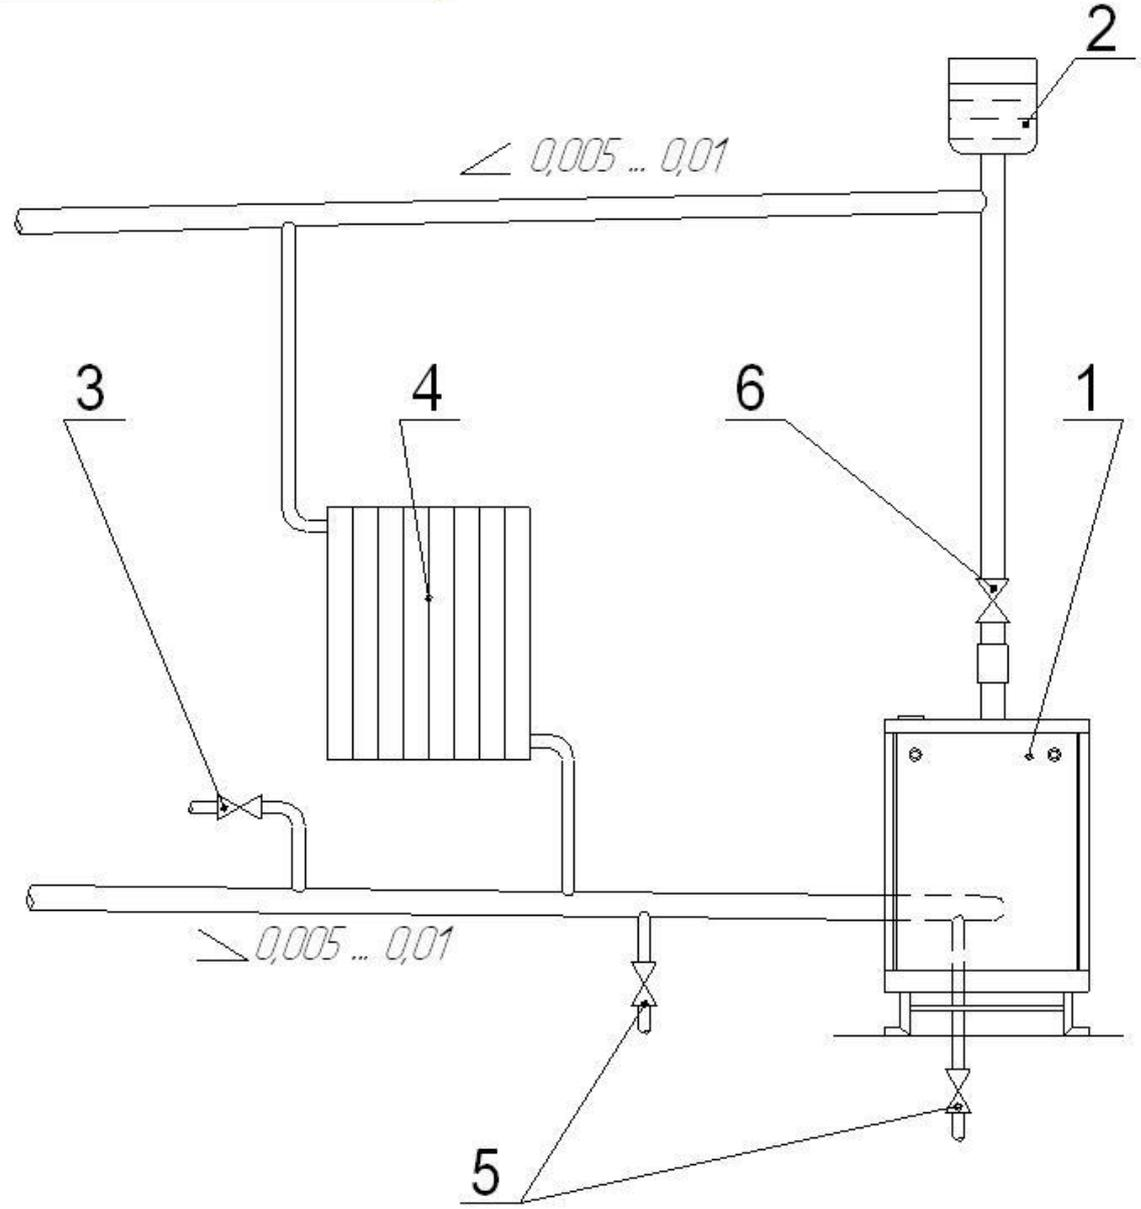

Рис. 6 . Рекомендуемая схема разводки отопительной системы с гравитационной циркуляцией воды.
5.3 Рекомендуемые схемы систем отопления приведены на рис. 6,7.